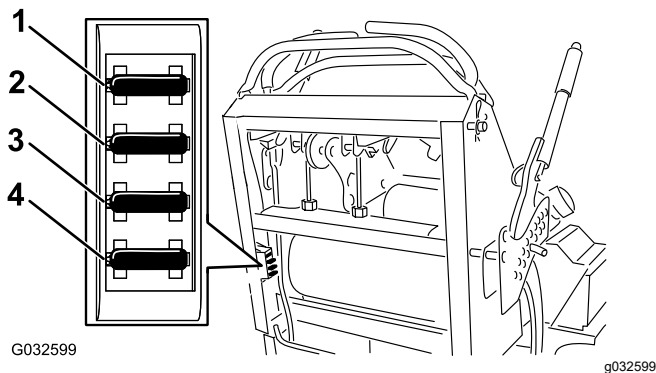

Figura 53
4. Estraiete il fusibile e sostituitelo (Figura 53).